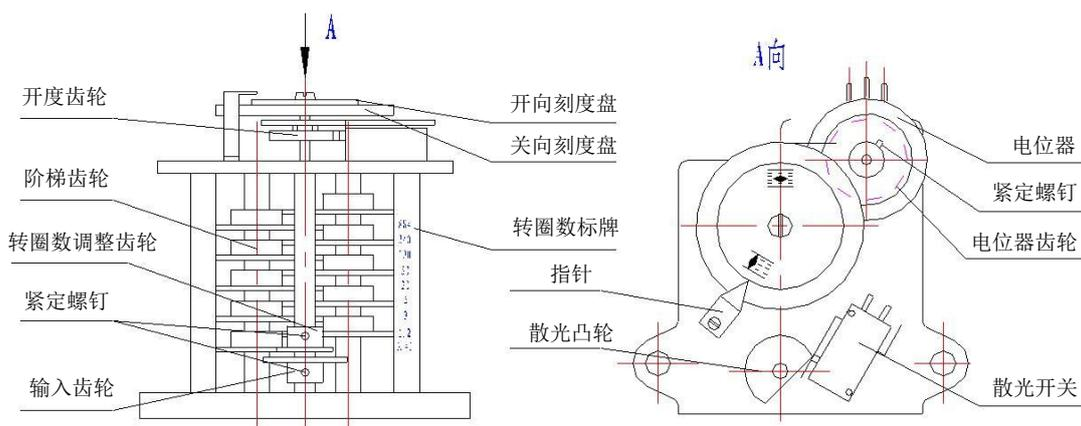

图 7
为全系列通用部件, 其结构见图 7。输入齿轮由计数器个位齿轮带动, 经减速后, 指示盘随阀门的开关过程同时转动, 以指示阀门的开启或关闭。电位器的轴和指示盘同步转动, 供远方开度指示用, 移动转圈数调整齿轮可以改变转圈数。开度指示器内设一微动开关和凸轮, 当电动执行机构运转时, 凸轮周期性地旋转使微动开关动作, 其频率为输出轴转动一圈动作一次或二次, 可供闪光信号等使用。
6.3 开度指示器的调整 (参见图 7)